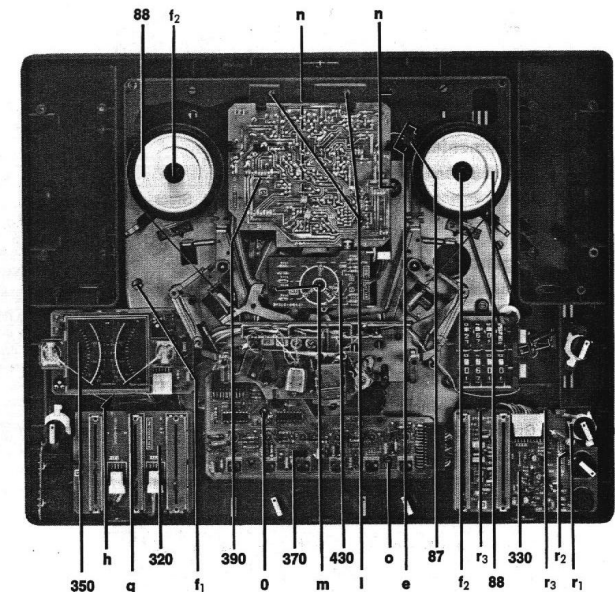

Abb. 7 Bauteile ausbauen
11. Spulenteller 88 [Abb. 7]
12. Steuergehäuse 87 für Optokoppler [Abb. 7]
15. Laufwerk-Steuerlektronik 390 [Abb. 7]
16. Nachlauf-Steuerplatte 430 [Abb. 7]
17. Sensor-Einheit 370 [Abb. 7]
18. Instrumenten-Baustein 350 [Abb. 7]
19. Pegelregler-Baustein 320 [Abb. 7]
20. Lautstärke-Kopfhörer-Baustein 330 [Abb. 7]